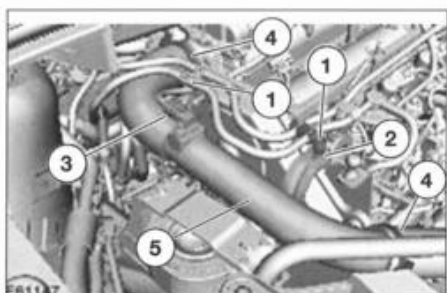

FIG. 10
- Desmontar (fig. 10):
- los clips de sujeción de las tuberías de alimentación (1).
- la tuerca de fijación del tubo del intercambiador térmico (2).
- Sacar el conector eléctrico de la sonda de temperatura del aire (3).
- Aflojar las abrazaderas de sujeción (4) y desmontar el tubo del intercambiador térmico (5).